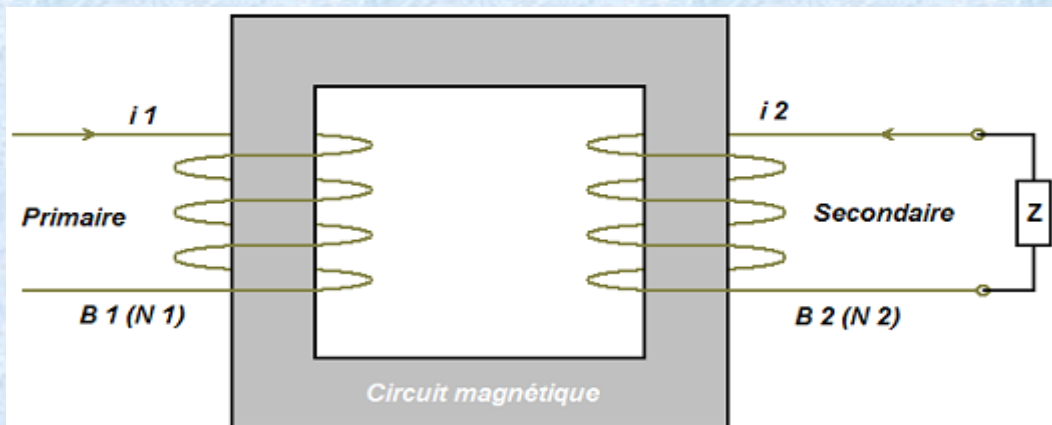

Figure 7 : transformateur.
Un transformateur (**figure 7**) est constitué par deux (2) enroulements bobinés sur un circuit magnétique commun.